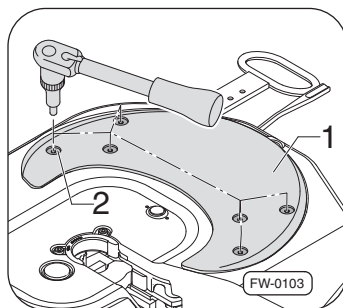

Fig. 38 · Monter les plaques de glissement
1. Placer les plaques de glissement ⇒ Fig. 38, –pos. 1– dans le renforcement de la plaque de la sellette d'attelage.
2. Installer les nouvelles vis (12x) –pos. 2– et les serrer au couple indiqué ⇒ Page 37.